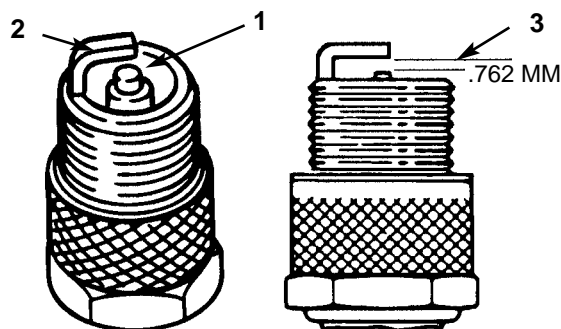

Figure 25
1. Examiner le centre de la bougie (Fig. 25). Si l'isolateur est légèrement marron ou gris, alors le moteur fonctionne correctement. Si l'isolateur est recouvert d'une couche noire, alors le filtre à air est encrassé.
et latérale (Fig. 25). Plier l'électrode latérale pour rectifier l'écartement le cas échéant.